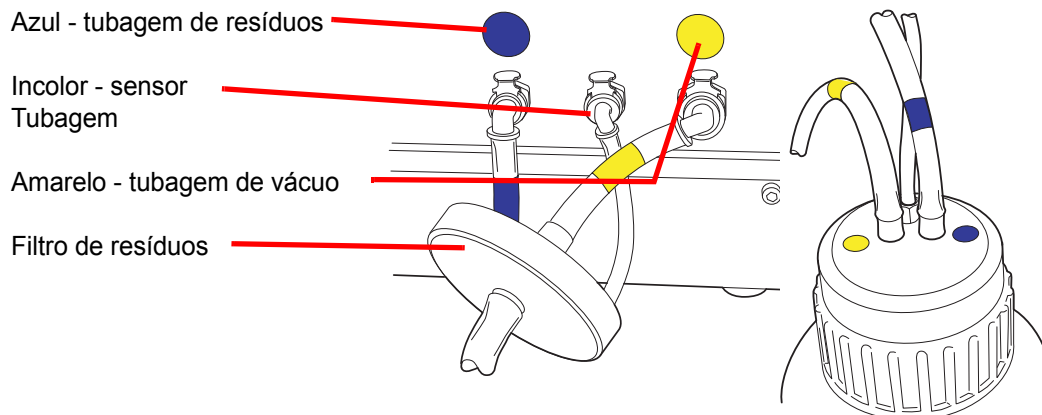

Figura 2-2 Ligações das tubagens da garrafa de resíduos
3. Localize as três ligações da garrafa de resíduos, na parte de trás do processador ThinPrep 5000. Consulte a Figura 2-2. Certifique-se de que os botões dos conectores estão na posição para baixo/para dentro.